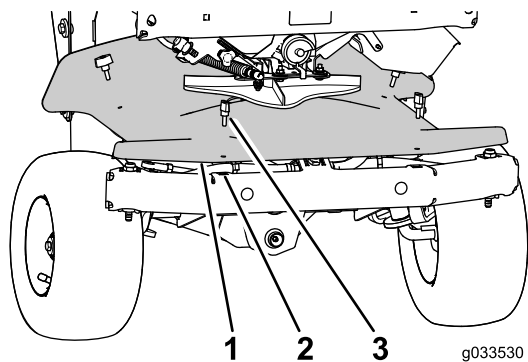

図 32
3. 前方カバーインペラの下をシャーシに固定しているサムスクリュー 4 本を外してカバーを外す **図 32**。